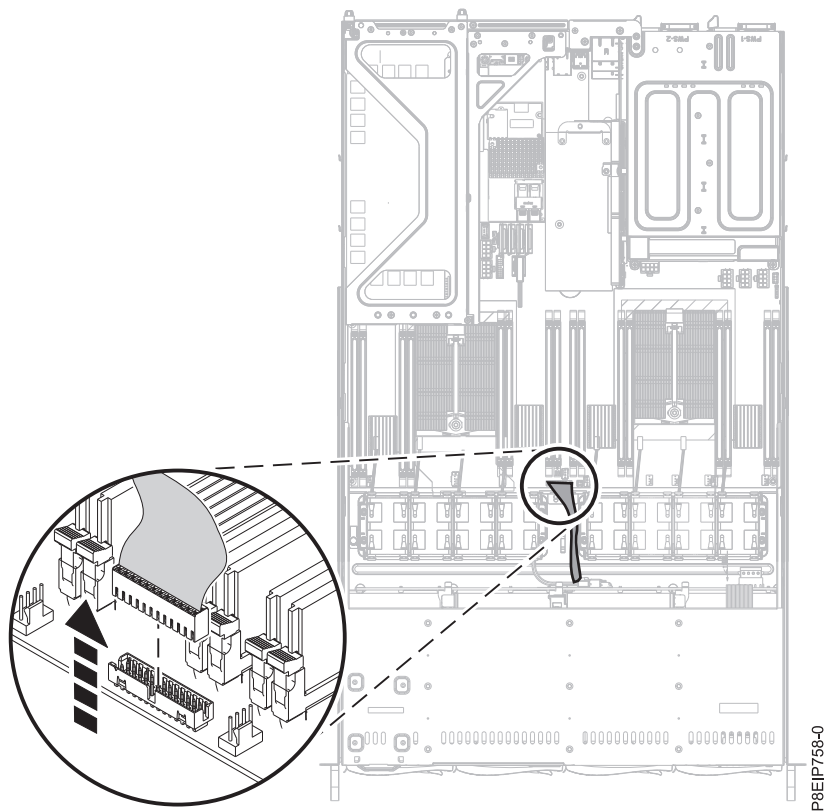

Figura 48. Extracción del cable del panel de operador
9. Extraiga el cable del panel de operador de la placa posterior del sistema, como se muestra en la Figura 48 en la página 46.